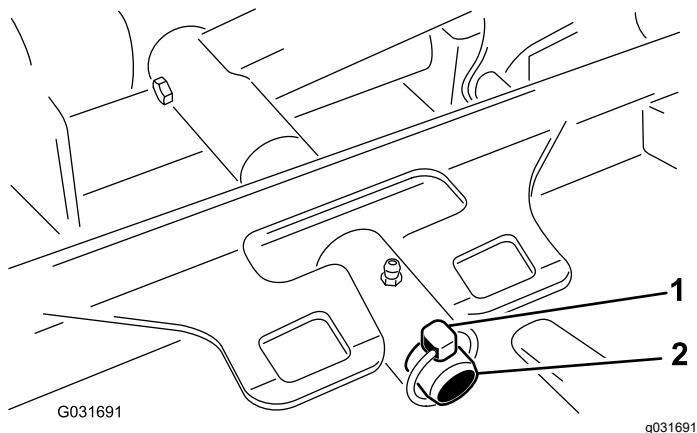

Figura 13
3. Retire el pasador de seguridad que sujeta el bastidor de tiro de la carcasa a la barra de giro del brazo de elevación (Figura 13).